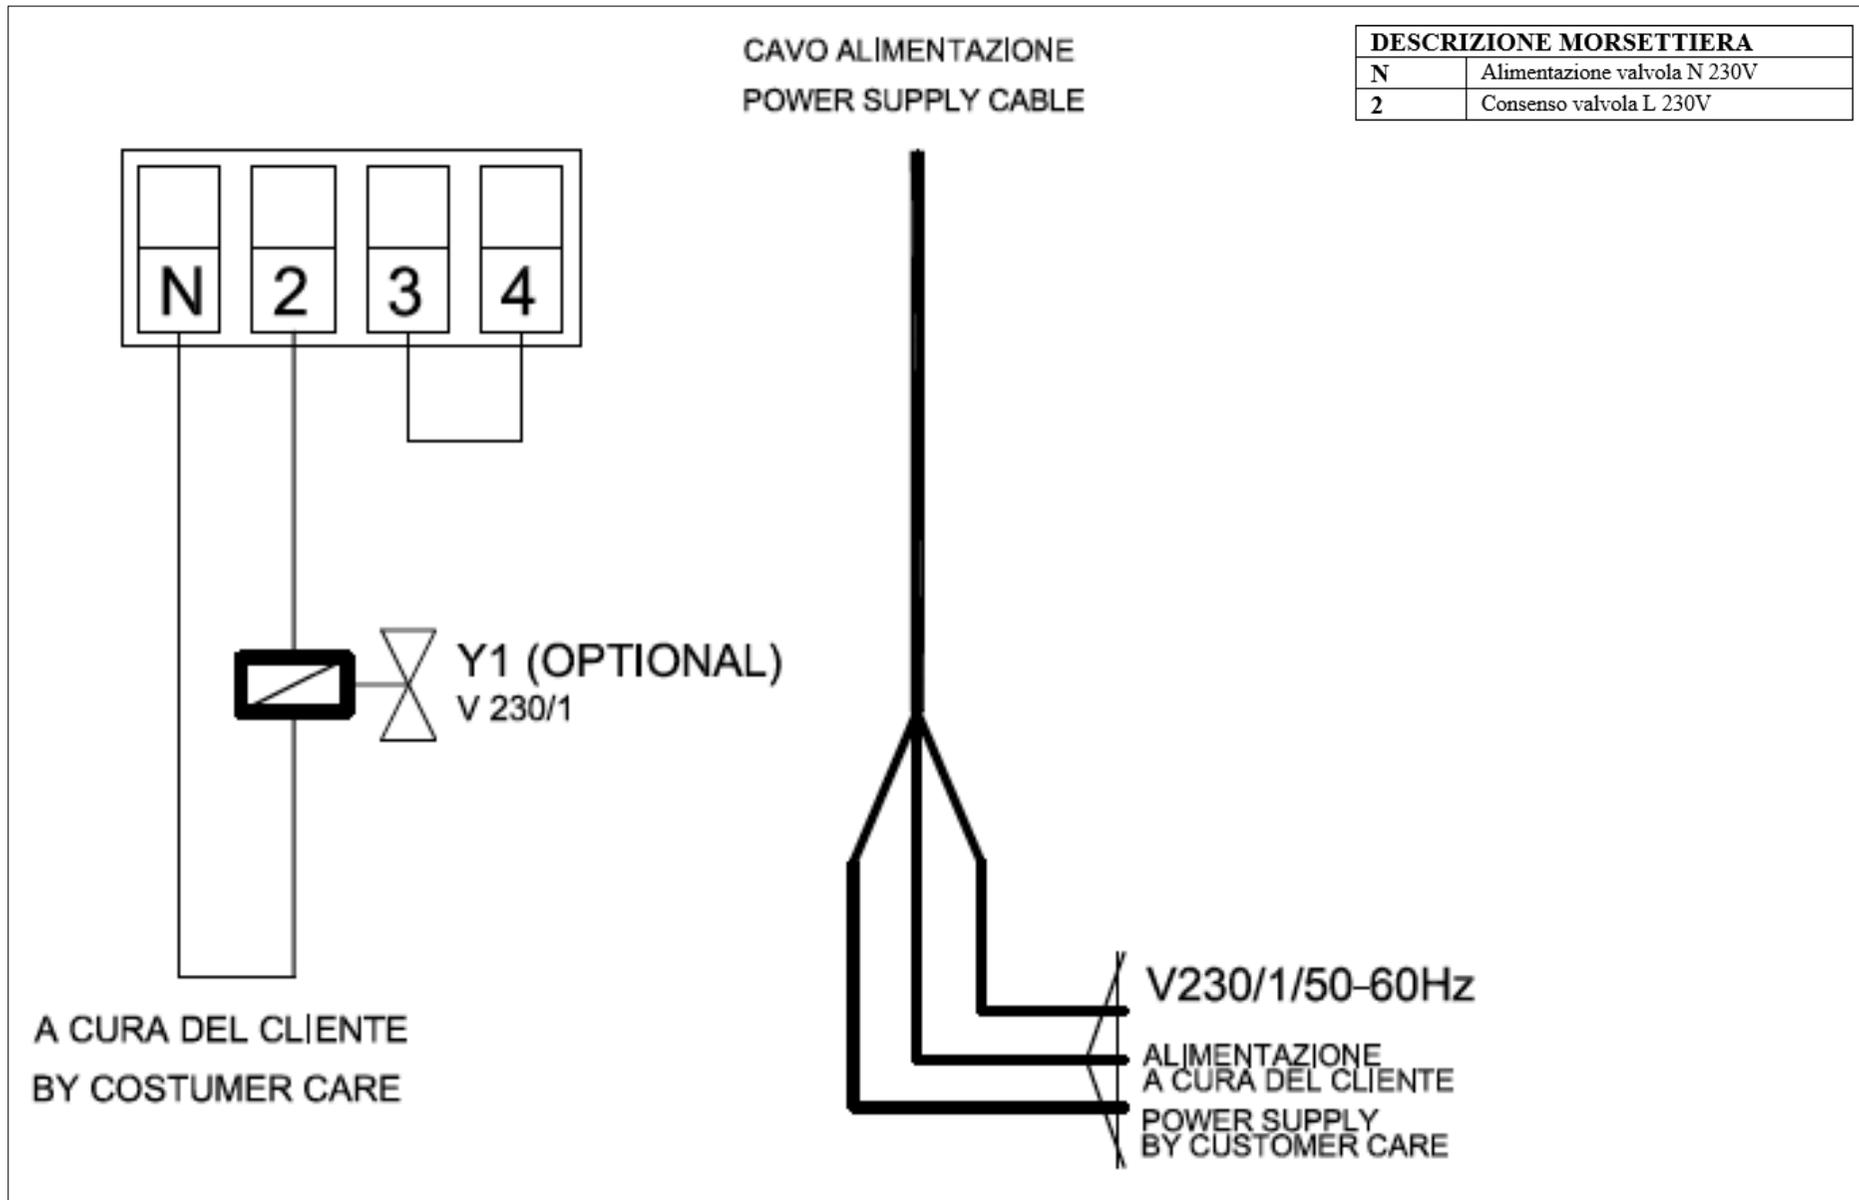

Figura 8 – schema elettrico IRIS WALL (con telecomando)
- IRIS WALL con telecomando (Figura 8)